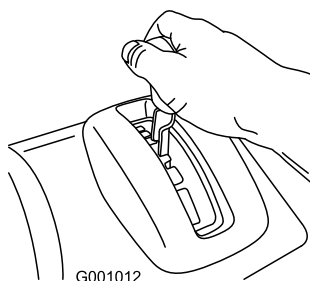

Рисунок 11
- Установите рычаг переключения скорости в положение нужной скорости переднего хода, зафиксировав его в пазу (Рисунок 11).